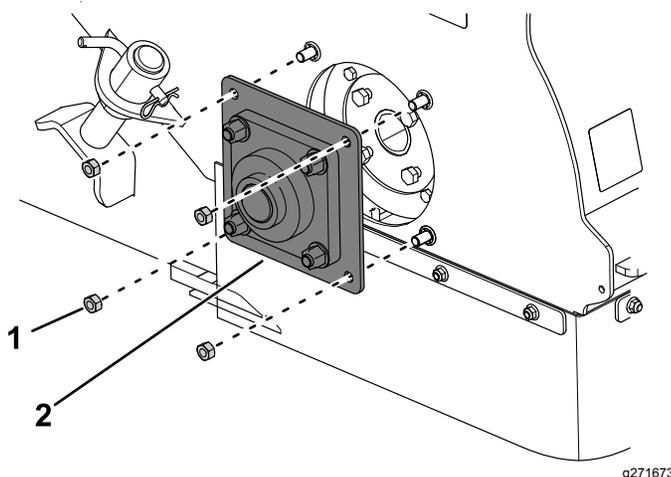

Рисунок 8
5. На правой стороне машины отверните 4 гайки (1/2 дюйма) крепления монтажной пластины подшипника и снимите монтажную пластину подшипника (Рисунок 8).
6. Установите монтажную пластину подшипника (Рисунок 8).